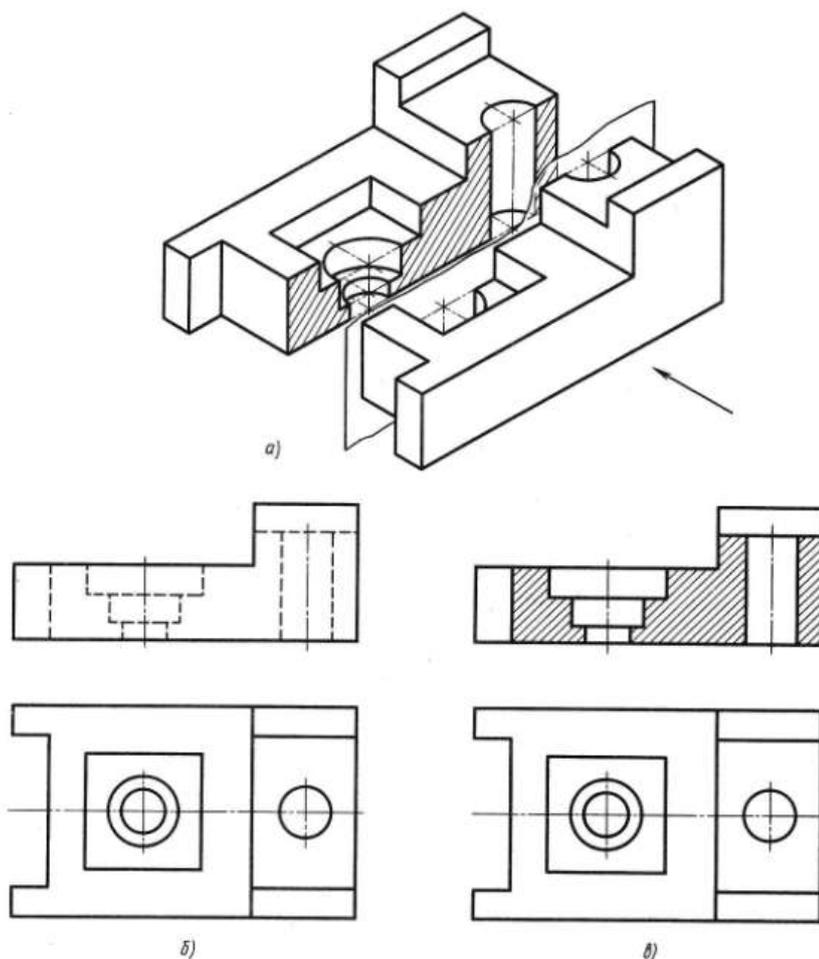

Рис.35
**Разрез** — изображение предмета, мысленно рассеченного одной или несколькими плоскостями, при этом мысленное рассечение предмета относится только к данному разрезу и не влечет за собой изменения других изображений того же предмета. На разрезе показывается то, что получается в секущей плоскости и что расположено за ней. Другими словами, часть предмета, находящуюся между плоскостью, разрезающей его, и человеком, строящим изображение, мысленно удаляют, как показано на рис. 35(а). Направление взгляда здесь указано стрелкой. В результате внутреннее строение детали становится видимым. При этом линии невидимого контура (рис. 35,б) обводят линией видимого контура
Разрез, выполненный одной секущей плоскостью, называется простым (рис.35).
В разрезе изображают то, что расположено в плоскости разреза, и то, что расположено за ней. Стенки модели или детали, которые условно разрезала проведенная плоскость, заштриховывают тонкими сплошными линиями под углом  $45^\circ$  к горизонтальным линиям основной надписи. Если направление штриховки совпадает с направлением какой-либо контурной линии, то штриховку выполняют под углом  $30^\circ$  или  $60^\circ$  к линиям основной надписи. Расстояние между линиями штриховки в зависимости от площади штриховки может быть равно от 1 до 10 мм. Те части предмета, которые расположены за плоскостью разреза, не заштриховывают (рис. 35,в). Если на чертеже детали выполнено несколько разрезов, то все они должны иметь одинаковое направление наклона штриховки и одинаковый интервал между линиями штриховки (рис. 36).
Разрез, выполненный на одной плоскости проекций, не влияет на изображения предмета на других проекциях. Так, например, на рис.35(в) изображен разрез на фронтальной проекции, а на горизонтальной проекции деталь изображена полностью, т. е. то, что условно удалено на одной проекции, сохраняется на других проекциях.
При вертикальном разрезе плоскость разреза перпендикулярна горизонтальной плоскости проекций (рис. 35,в). Такой разрез может быть выполнен на фронтальной и профильной плоскостях проекций.
Разрез, выполненный плоскостью вдоль длины детали, называют продольным (рис. 35,в), а — перпендикулярно к её длине или высоте — поперечным (рис.36).
При выполнении разреза выявляется внутреннее устройство предмета, но частично теряется его внешний вид (рис.35, а, в). Такой разрез называют полным. Его рекомендуется применять, если в плоскости разреза форма детали несимметричная (рис. 35, 36).